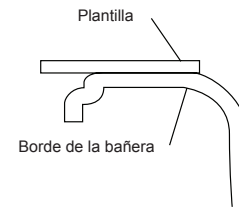

Figura 13 - Plantilla de la Colocación
- Ubique la plantilla de modo que las guías deseadas de montaje bajo cubierta estén alineadas con el borde tal como se muestra (Figura 13).